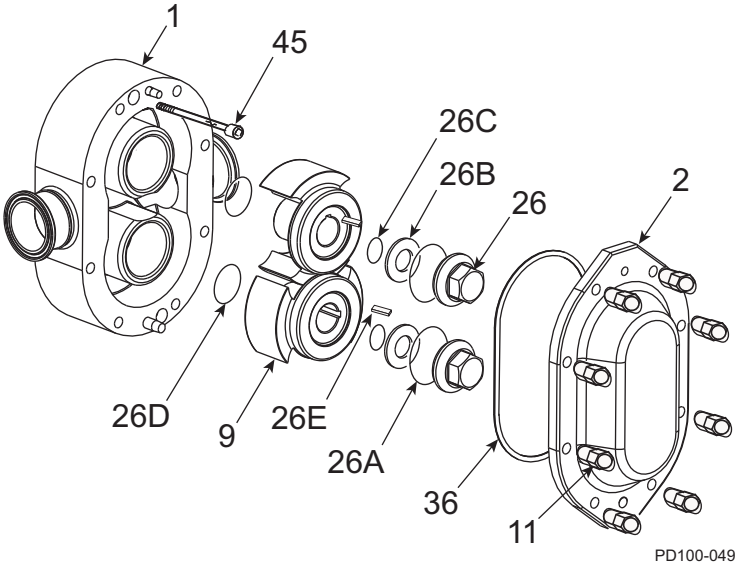

Figura 33 - Despiece de la cabeza de fluido
1. Quite las tuercas de la cubierta (Figura 33, artículo 11) de la cubierta (artículo 1). Con un martillo blando, golpee ligeramente la cubierta (artículo 2) para retirar los tachones del cuerpo y los pasadores.